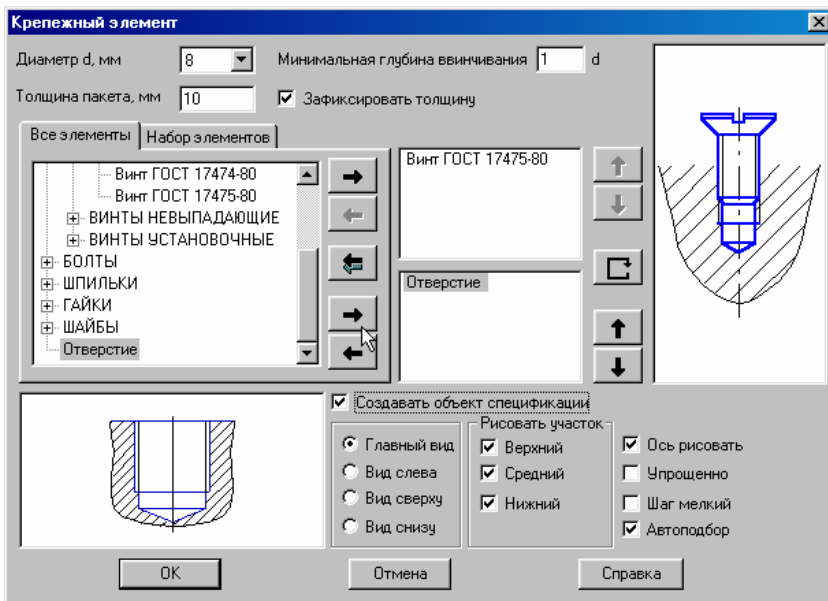
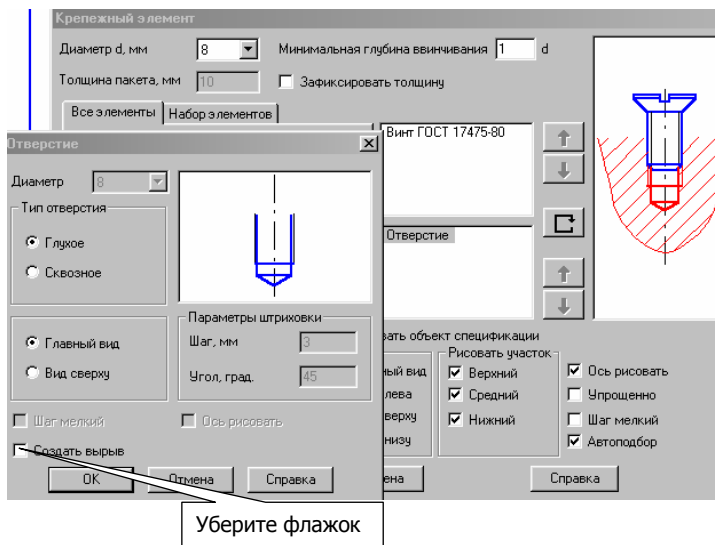
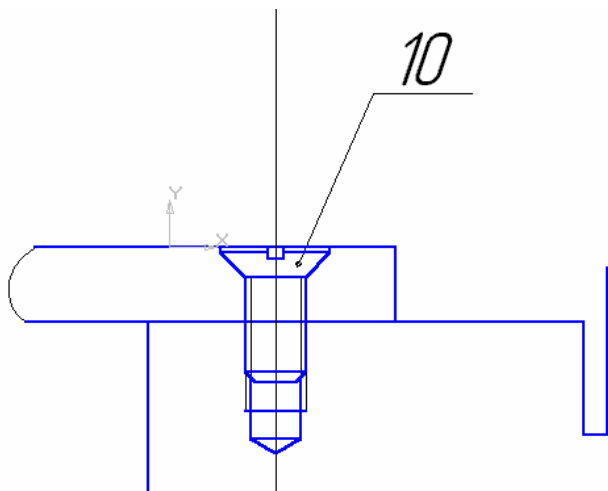

Рис. 13
Рис. 14
Рис. 15
4. Выполните винтовое соединение. Для этого откройте в **Конструкторской библиотеке Крепежный элемент**. Откройте **Все элементы, Винты, Винты нормальные, стандарт согласно варианту**, рис. 13. Установите диаметр, толщину пакета (толщина верхней пластины), минимальную глубину ввинчивания (глубина ввинчиваемой части винта – зависит от материала детали). Подключите отверстие, переместив его в нижнее окно, рис. 13. Активизируйте **Создать объект спецификации**. Дважды щелкните на слове **Отверстие** в правом нижнем окне. Отключите **Создать вырыв**, рис. 14. Появится фантом винтового соединения. Поставьте пакет винтового соединения в заданное положение по базовой точке и зафиксируйте положение винтового соединения, рис.15. Проставьте номер позиции.